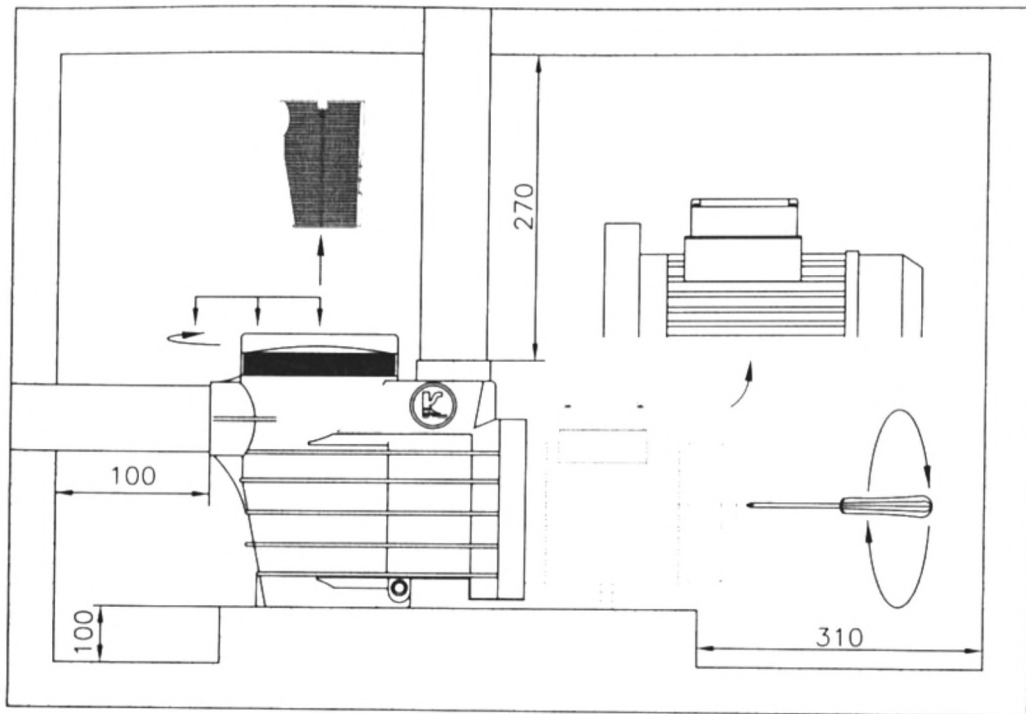

рис. 1
Место для установки электронасоса должно быть сухим. В противном случае, необходимо сделать дренаж, чтобы избежать переполнения водой. Если насос установлен в сыром месте, то должна работать система вентиляции, чтобы избежать конденсации. В случае ограниченного места, холодный воздух достигает низкой температуры, которая требует, чтобы система вентиляции не превышала атмосферную температуру 50°C. Необходимо, остаточное место для демонтажа мотора (в горизонтальном положении) и воздушного фильтра (в вертикальном положении) (стр.8, рис.1).
Убедитесь, что вал двигателя поворачивается свободно; не включайте насос, если он заблокирован. Для этого, имеется углубление на конце вала, на стороне вентилятора, которое позволяет вращать его вручную, используя отвертку (рис. 1 стр.8). В трехфазных двигателях крыльчатка (6) может открутиться, если двигатели работают в противоположном направлении. Это может вызвать механические повреждения. Запустите двигатель на несколько секунд и убедитесь, что направление вращения совпадает с обозначенным стрелкой на кожухе вентилятора. Если это не так, то свяжитесь со специалистом.